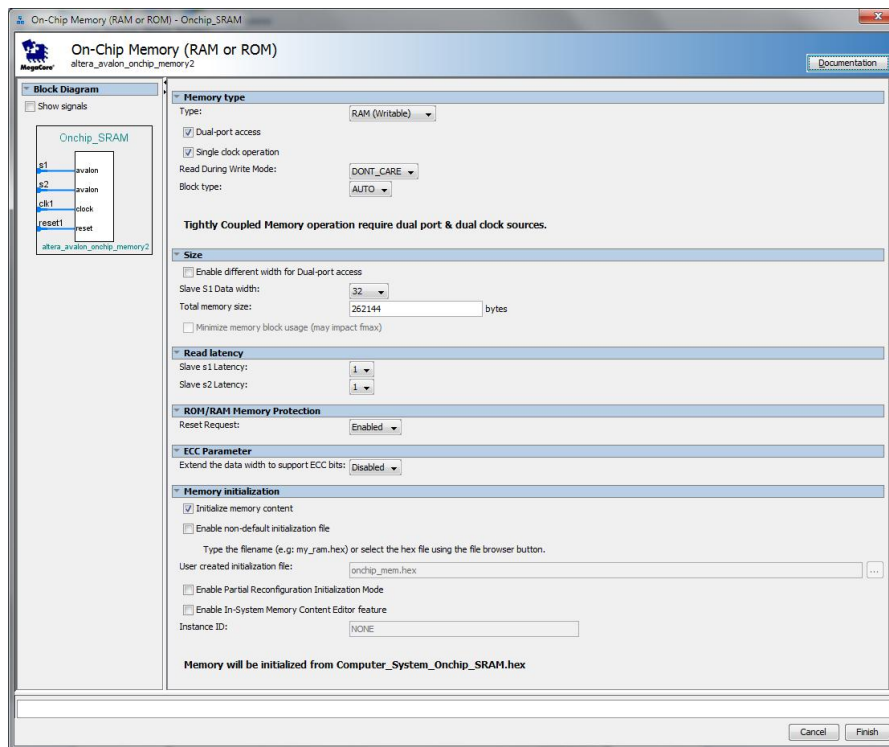

Рис. 60. Налаштування On-Chip Memory (RAM or ROM)
14. Додайте до системи модуль **On-Chip Memory (RAM or ROM)** та налаштуйте його у відповідності до рис. 60.